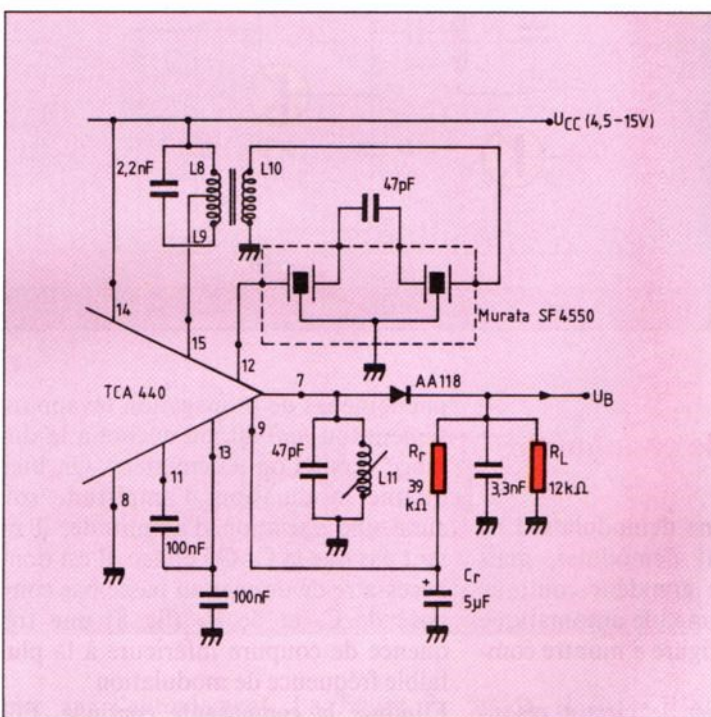

Fig. 11. – Une bonne linéarité de démodulation peut être obtenue avec un circuit résonnant ( $L_{11}$ ) d'impédance très grande devant  $R_L$ .
**Démodulation pour TCA 440.** La figure 11 montre un extrait du schéma d'application d'un bien classique circuit intégré pour radiorecepteur. La sélectivité FI, entre sortie de conversion (broche 15) et entrée de l'amplificateur FI (broche 15), y est assurée par un circuit résonnant LC suivi de deux filtres céramiques. On peut supposer que c'est suffisant et qu'on n'a plus besoin de filtrer à la sortie. D'autant plus que c'est
**Commande automatique de gain.** La tension de CAG est obtenue, dans la figure 11, après filtrage par  $R_r$  et  $C_r$ . Elle parvient (broche 9) sur la base d'un transistor PNP. De ce fait, il existe un léger courant de repos créant, dans  $R_L$ , une chute de tension tendant à s'opposer au seuil de D, ce qui peut contribuer à linéariser la démodulation.
Le circuit résonnant n'intervenant pas dans la figure 11 pour améliorer la sélectivité, mais en tant que source de courant, il doit être possible de le remplacer par un circuit actif.